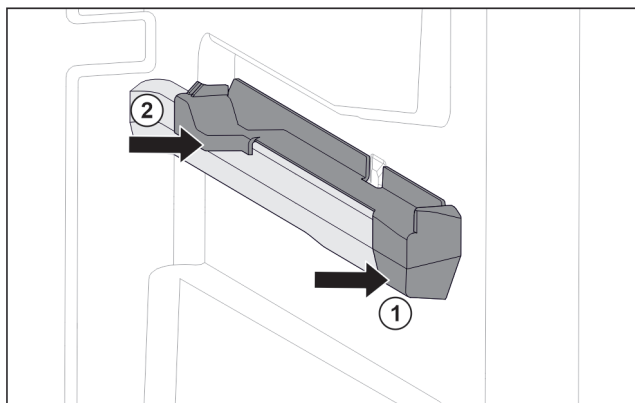

Fig. 72 Elemento inseribile sulla nervatura destra del contenitore
- Posizionare l'elemento inseribile sulla parte anteriore della nervatura del contenitore. Fig. 72 (1)
- Premere l'elemento inseribile sulla parte posteriore. Fig. 72 (2)